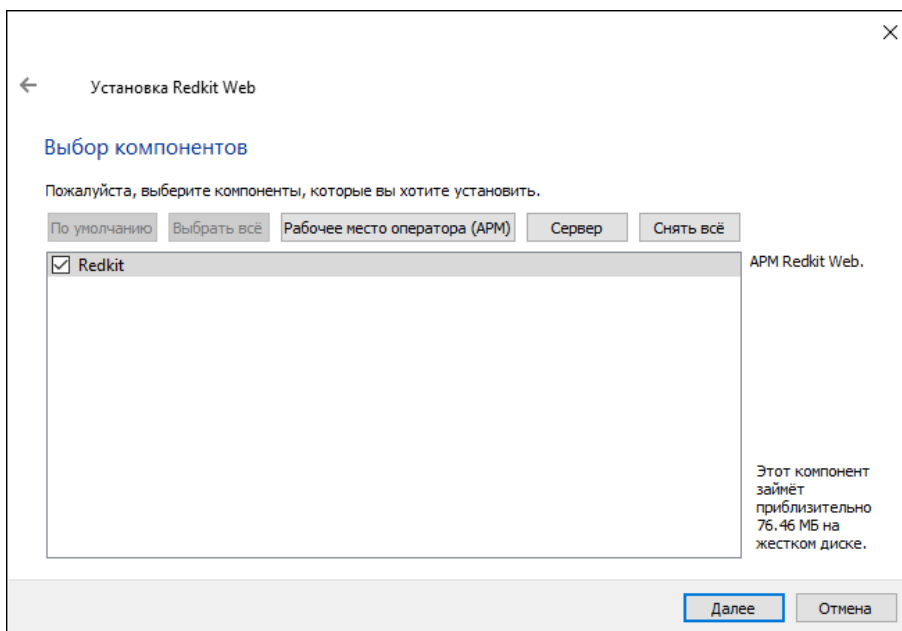

Рисунок 502 - Выбор компонентов
4. Выберите компонент Redkit и нажмите **Далее** (Рисунок 502).